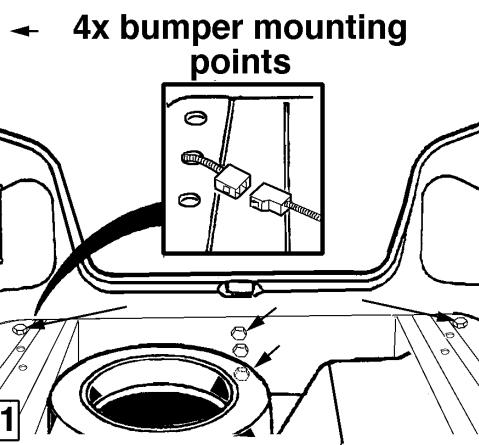
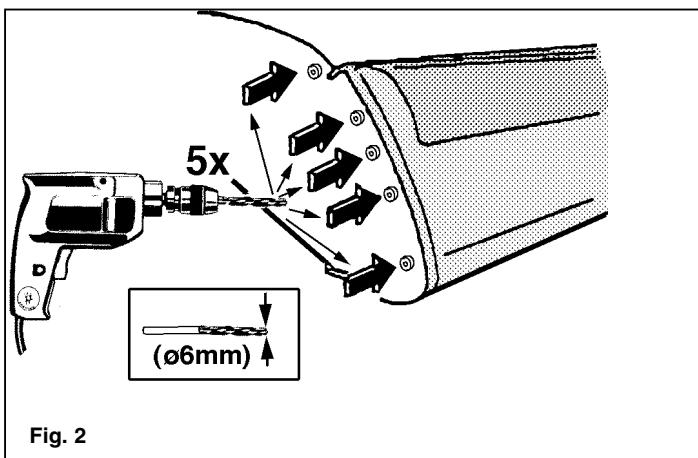

Fig.1
Fig. 2
- Maak de bodemvloer in de bagageruimte vrij. Verwijder het achterpaneel en sla de zijpanelen naar binnen. Maak alvorens tot demontage van de bumper wordt overgegaan de connector van de bedrading "indien aanwezig" los. Demonteer de bumper d.m.v. het verwijderen van vier bouten in de bagageruimte overeenkomstig fig.1. Boor vervolgens t.p.v. wielkastrand de tien popnagels d.m.v. een ø6mm boor uit. Zie ook fig.2. Het uitboren wordt vereenvoudigd als het voertuig wordt opgekrik en de achterwielen worden verwijderd.
4.1 The hitch housing is attached to the towbar with two M10x90 (10.9) bolts including socketplate, flat washers and self-locking nuts (10). In addition with sketch, flat nuts and bolts to the torque shown in the table. Replace the parts removed under Point 1.
H. Clear the floor in the luggage area. Remove the back panel and turn the side panels inward. Before starting to take off the bumper, disconenct the connector in the wiring, if fitted. Remove the bumper by taking out the four bolts in the luggage space, as shown in Figure 1. Then drill out the ten pop rivets from the wheel housing, using a 6 mm dia-drill. See also Figure 2. Drilling will be easier if you jack the car up and remove the rear wheels.
- Den Fußboden im Kofferraum freimachen. Die Rückwand entfernen und die Seitenwände nach innen schlagen. Vor dem Abmontieren der Stoßstange die Verbindung der Kabel, "wenn vorhanden", lösen. Die Stoßstange durch das Entfernen von vier Schrauben im Kofferraum gemäß Abbildung 1 abmontieren. Mit Hilfe eines 6-mm-Bohrers anschließend in den Radkastenrändern die zehn Hohlriemen herausbohren. Siehe auch Abbildung 2. Das Herausbohren wird durch das Anheben des Fahrzeugs mit dem Wagenheber und die Entfernung der Hinterräder erleichtert.
- Wymij z bagańskiego wszystkie przedmioty znajdujące się na podłodze. Zdemontuj pusty tylny i uderz w pusty boczny tak, aby wpadły one do wnętrza. Jeżeli w miejscu montażu znajduje się züyüka przewodów, zdemontuj ją, zanim przystąpisz do montażu. Zdemontuj zderzak poprzez wykręcenie czterech śrub w bagańniku, zgodnie z rys. 1. Następnie przy pomocy wiertła F 6 wywieru dziesięć nitów drążonych, znajdujących się z brzegu nadkola. Patrz również rys. 2. Wywiercanie moaña sobie ułatwia przez podniesienie samochodu i zdemontowanie tylnych kóó.